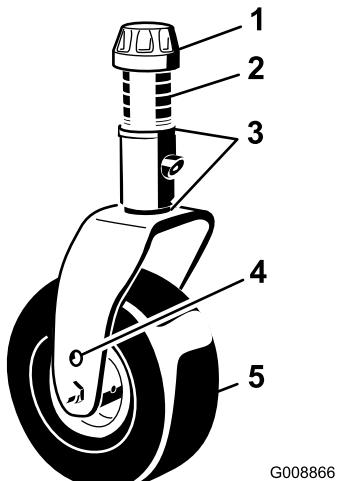
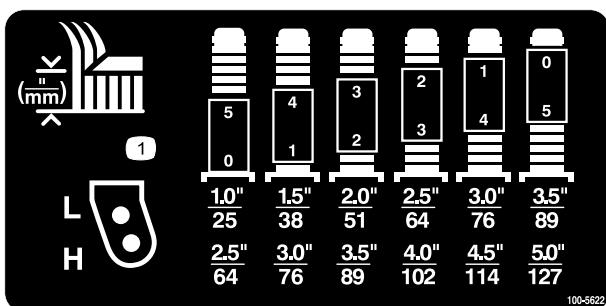

Figura 7
Figura 8
2. Coloque los ejes de las ruedas giratorias en el mismo taladro en ambas horquillas. Consulte Figura 7 y Figura 8 para saber cuáles son los taladros adecuados para esta configuración.
3. Retire el casquillo tensor del eje (Figura 7) y deslice el eje fuera del brazo de la rueda giratoria. Coloque los 2 suplementos (1/8 pulgada) en el eje de la misma forma que en la instalación original. Estos suplementos son necesarios para obtener el mismo nivel en toda la anchura de las unidades de corte. Coloque el número adecuado de espaciadores de 13 mm (consulte la tabla siguiente) en el eje para conseguir la altura de corte deseada, luego coloque la arandela en el eje.
4. Consulte Figura 8 para saber la combinación de espaciadores para esta configuración.